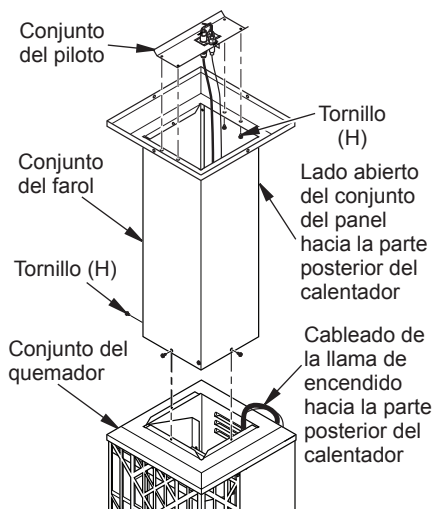

Figura 6 - Conexión del conjunto del farol y el quemador
4. Coloque el conjunto del piloto sobre la parte superior del farol, como se muestra en la figura 6, en la página 7. Fíjelo con 4 tornillos (H). Verifique las conexiones de los cables antes de continuar.
- Coloque el conjunto de paneles y la parte superior del farol encima del conjunto del quemador, alineando la parte posterior de cada conjunto. Consulte la figura 6. Fijelo con 3 tornillos (H).